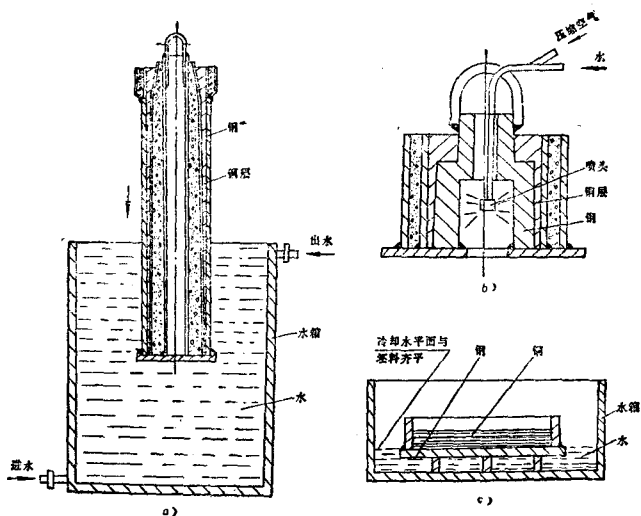

图11 各种熔焊表面的冷却方法
(7) 冷却 经过加热和保温以后, 坯料就可以从炉子里取出, 进行冷却。冷却分两步进行, 第一步, 先进行空气冷却, 大约使坯料温度下降 $50^{\circ}\text{C}$ 左右; 第二步, 坯料慢慢地放进水槽里, 自下而上的冷却, 下水速度不能太快, 一般是 $50\sim 70$ 毫米/分, 由于熔焊表面的不同, 冷却方法也不同, 如图 11 所示。但是有一个冷却的原则: 即自下而上, 自钢至铜。